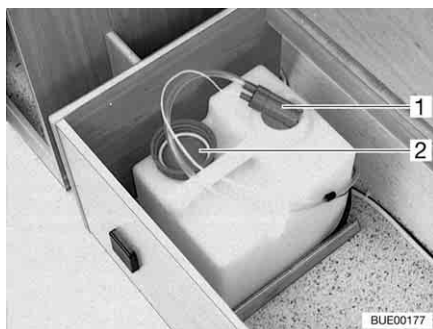

Bild 141 Wassertank 16 l
Bei Transport den Wassertank mit dem Verschlussdeckel (Bild 141,2) verschließen.
- Wasserpumpe (Bild 141,1) aus dem Wassertank ziehen.